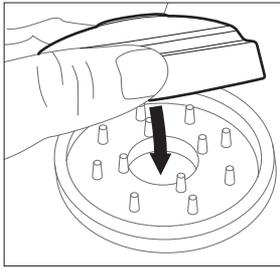

Figura 2
- b. Encaixe a tampa do filtro e o filtro no suporte do filtro (Figura 2).